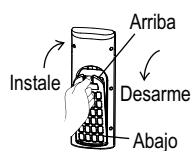

Figura 1
1. Presione el resorte del filtro atrapapelusas superior para sacar los ganchos de la cubierta del filtro, después jale hacia afuera el filtro atrapapelusas para hacerlo bajar (figura 1).